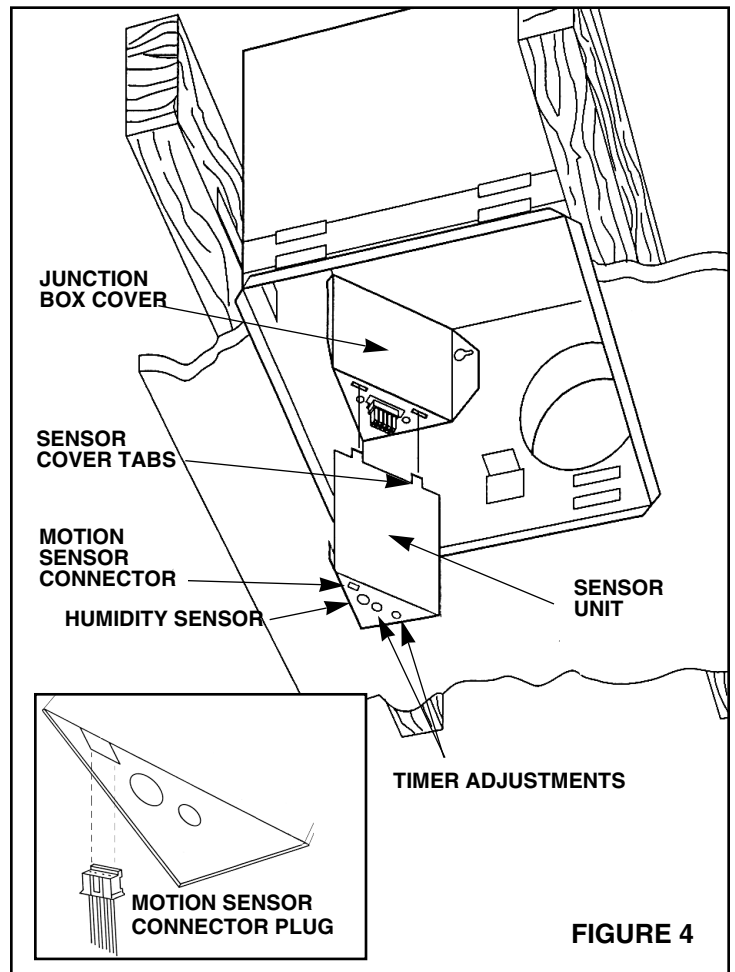

FIGURE 4
5. Mount sensor unit by sliding it into place on top of the junction box cover and installing the retaining screw into the ventilator housing.(ref. fig. 4)
2. Plug motion sensor lead from grille into connector in control cover (Refer Figure 4). Plug locator must align with notch in connector.
3. Using a small flat-blade screwdriver, slowly rotate the timer control (Refer to Figure 4)
The motion sensor control timer can be adjusted to operate the light or night light from approximately 1 to 20 minutes after the last detectable motion. To adjust the delay time repeat steps 1-4 above rotating the timer control marked for the motion detector. (Refer to Figure 4)
5. Installer le capteur en le glissant en place sur le dessus de la boîte de raccordement, puis installer les vis de fixation dans l'encastrement du ventilateur (consulter la **Figure 4**).
2. Brancher le fil du capteur de mouvement de la grille dans le connecteur du couvercle de commande (consulter la **Figure 4**). Le dispositif d'alignement doit être à égalité avec les fentes du connecteur.